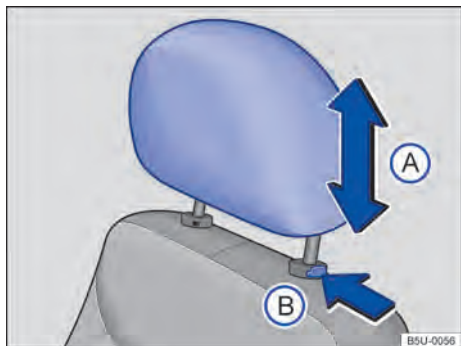

Fig. 38 Ajustar o apoio para cabeça dianteiro.
- Empurrar o apoio para cabeça para cima ou para baixo na direção da seta $\Rightarrow$ Fig. 38 (A) $\Rightarrow$ .